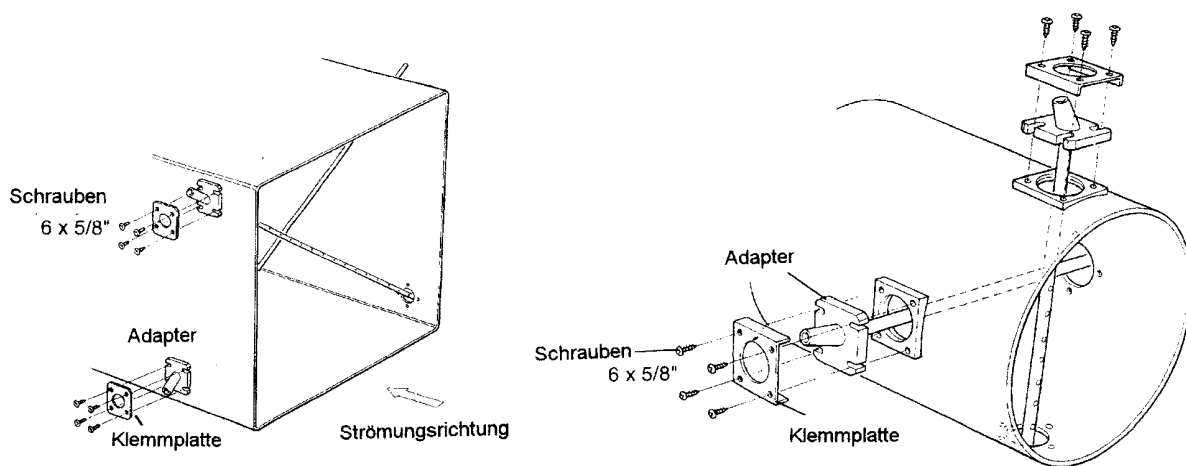

Abbildung 4 – Einsetzen der Rohre
3. Führen Sie die Rohre bis zum Anschlag in den Kanal ein und sichern Sie die Adapter-platten mit der entsprechenden Montageplatte und den Schrauben (Abbildung 4). Die Bohrungen längs der Druckaufnahmerohre müssen voneinander weg zeigen.